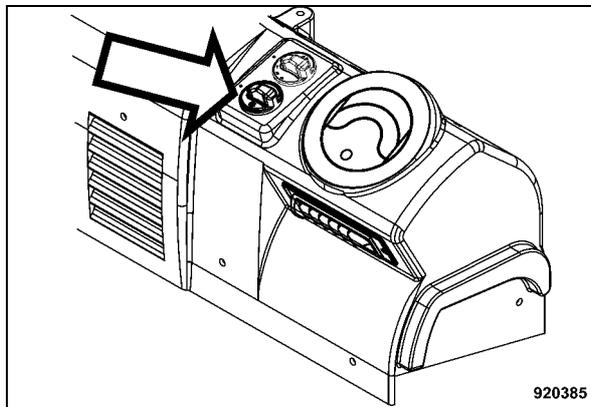

Рис. 150
- С помощью поворотного выключателя кондиционера (Рис. 150) выбрать в синей зоне температуру охлаждения.